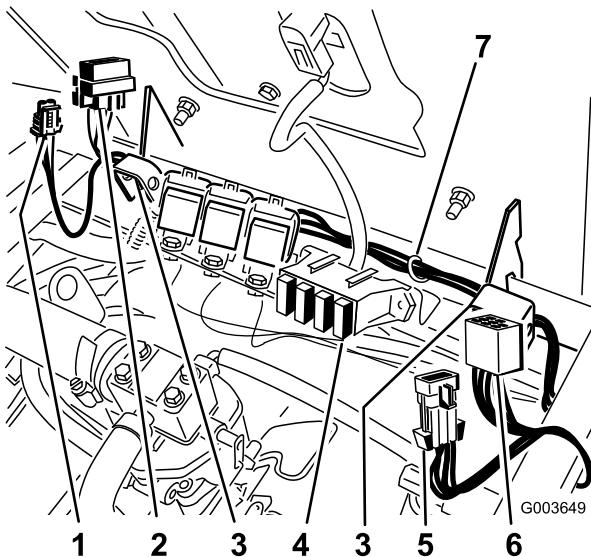

Bild 33
- Verlegen Sie den Kabelbaum vom Schalter entlang des Sitzscharniers bis zum vorher am Ventil montierten Relais (Bild 33).
- Setzen Sie die Sicherung in die rechte Fassung im Sicherungsblock ein (Bild 33).